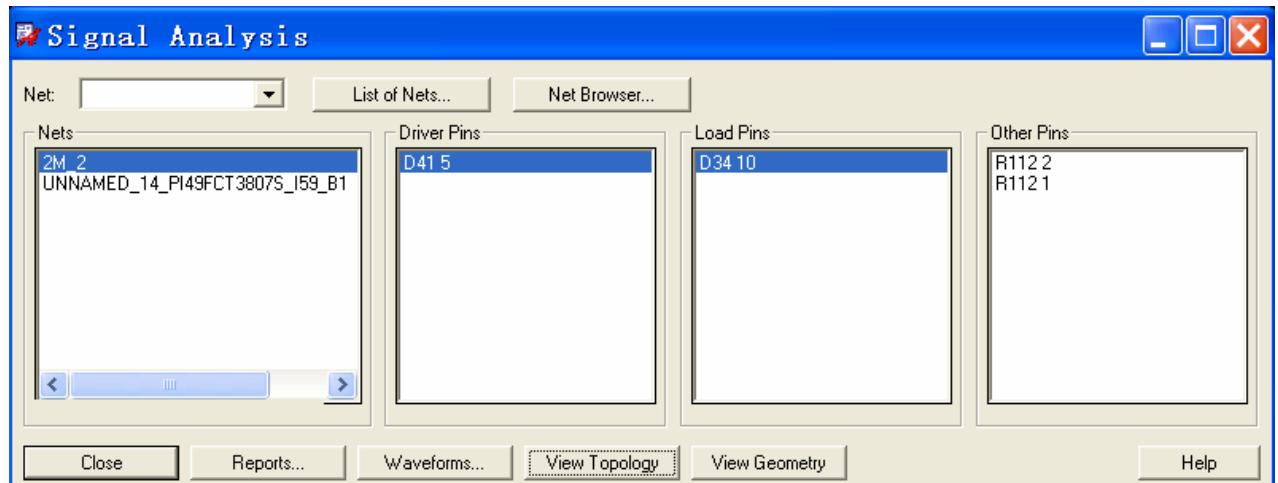

图 3-2 Singnal Analysis 界面
1) 在 PCB SI 中执行 Analyze ->SI/EMI Sim ->Probe...启动 Signal Analysis 界面，如图 3-2 所示。